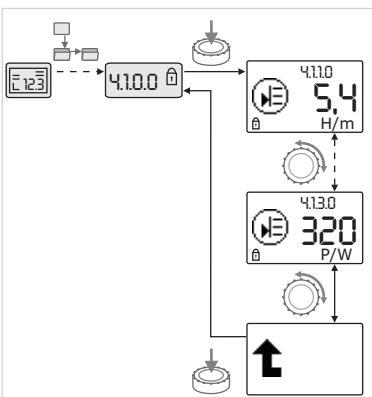

Fig. 43: Виклик інформації
- Обертаючи кнопку керування, керувати елементами меню типу «Інформація» чинного підменю (див. Fig. 43). Пояснення налаштувань, що їх відображують символи, див. у таблиці в главі 8.7 «Довідкові елементи меню» на сторінці 37.